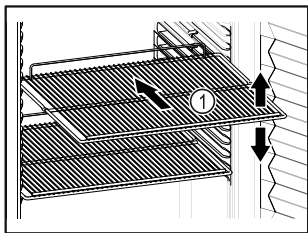

Fig. 20 例图
- ❑ 如果储物区 Fig. 20 (1) 可移动，则根据高度调整储物区。